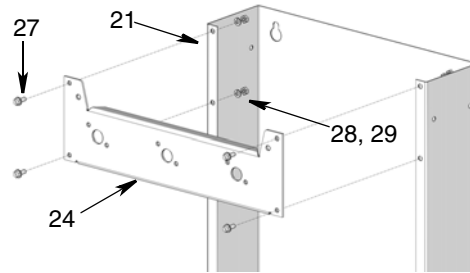

FIG. 6
3. Collegare la piastra di fissaggio dello strumento (24) all'erogatore con involucro (21) utilizzando le viti (27), le rondelle di sicurezza (28), i dadi (29) e i fori esistenti. Serrare bene i dadi. Per l'orientamento corretto di questi componenti, vedere FIG. 6.